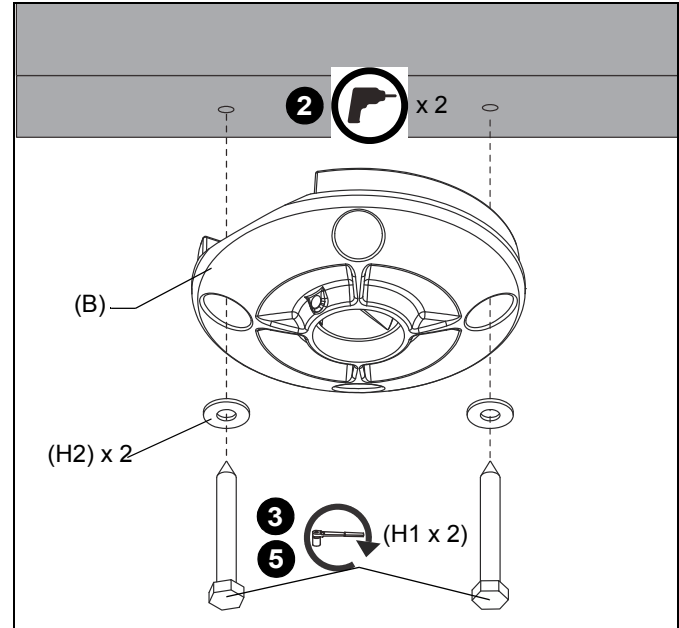

Figure 2
3. Insérez sans trop serrer deux (minimum) tirefonds de 5/16 x 2-3/4 po (H1), à travers des rondelles de 5/16 po (H2) et de la plaque de plafond (B), dans la solive en bois. (Voir Figure 2)
5. Serrez les tirefonds (F). (Voir Figure 2)